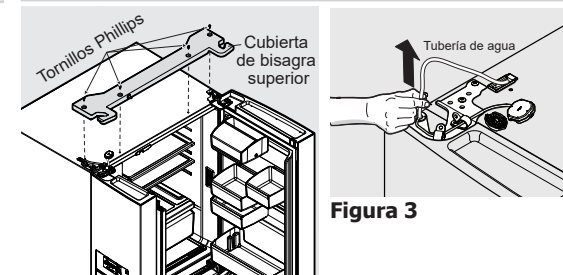

Figura 1
1. Retire los tornillos de la cubierta de la bisagra superior y levante hacia arriba. Ver la figura 1.
2. Retire el tornillo y la cubierta de la bisagra inferior. Ver la figura 1.